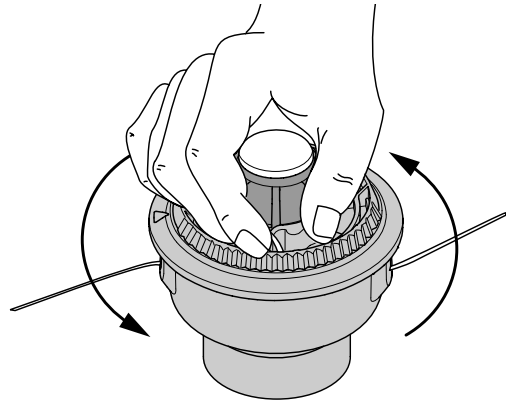

Fig. 16
8. Sostenga la bobina exterior. Bobine el carrete interior en sentido antihorario hasta que queden alrededor de 102 mm (4 pulgadas) de línea (Fig. 16).